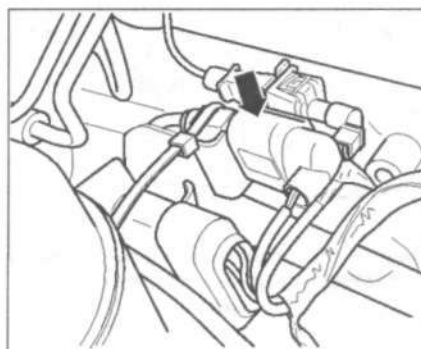

Рис. 7.49. Отсоедините разъем проводки от датчика частоты вращения коленчатого вала.
2. Отсоедините разъем проводки от датчика частоты вращения коленчатого вала (рис. 7.49).